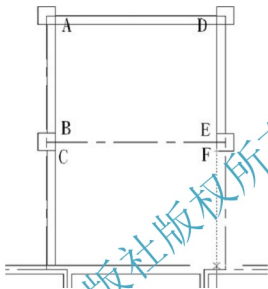

图 2.59 用【对象追踪】找墙的下端点
(8) 按 Enter 键重复【多线】命令。
① 在指定起点或[对正(J)/比例(S)/样式(ST)]:提示下,将光标放在F处会出现端点捕捉,此时不单击鼠标左键而是将光标向下拖动,这时出现虚线,将光标继续向下拖动至与D轴线外墙相接处,会出现交点捕捉点(黄色的“×”),如图2.59所示,此时单击该点可绘制出这一段墙的下端点。